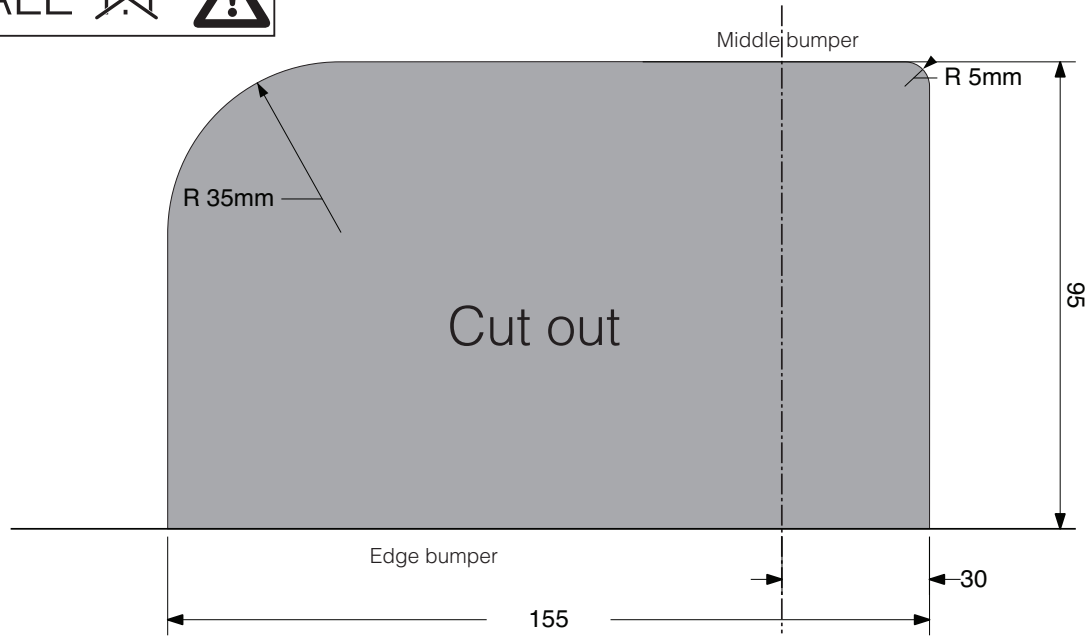

Fig. 2
7. Выпилить часть из бампера в середине снизу, как указано на рис.2/3/4.